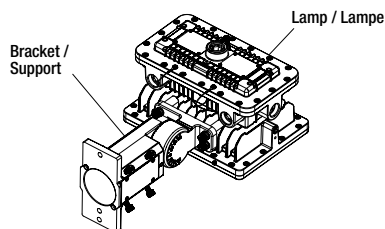

Fig. 21
- Step 1: Install the bracket on the lamp, and remove the spare parts from bracket (Figure 21).
- Étape 1 : Installez le support sur la lampe et retirez les pièces détachées du support (figure 21).